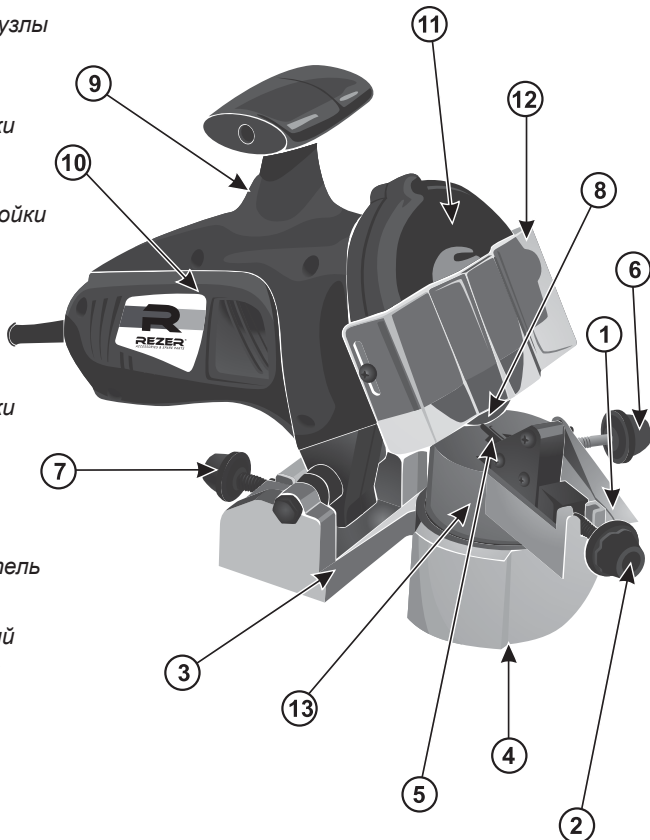
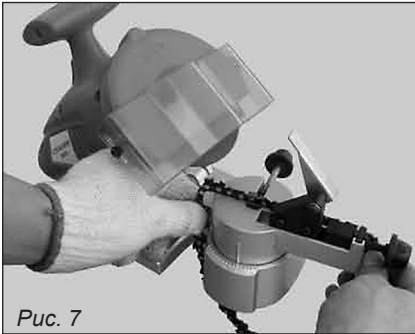
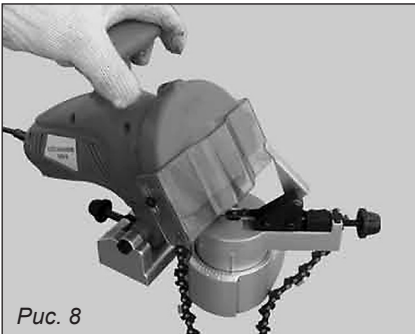

Рис. 1
Рис. 7
Рис. 8
- **Никогда не работайте со станком без кожуха 11 (рис. 1), защищающего заточной диск.**
- Всегда проверяйте заточной диск **8** (рис. 1), включив станок на 30–60 сек без контакта его с цепью.
- Ослабьте гайку **4** (рис. 1) и установите стрелку блока установки цепи **13** (рис. 1) на нужное значение угла шкалы угломера.
- Поднимите упор **1** (рис. 7) и уложите цепь в направляющие **5** (рис. 1).
- Опустите корпус и переместите цепь так, чтобы заточной диск **8** попал в выемку зуба и уперся в нее (рис. 8). Регулировку наклона корпуса производить винтом **7** (рис. 1).
• Перекиньте упор **1** (рис. 1) и вращением винта **2** переместите его в положение, при котором он упрется в зуб, с которого Вы хотите начать заточку, поднимите корпус.